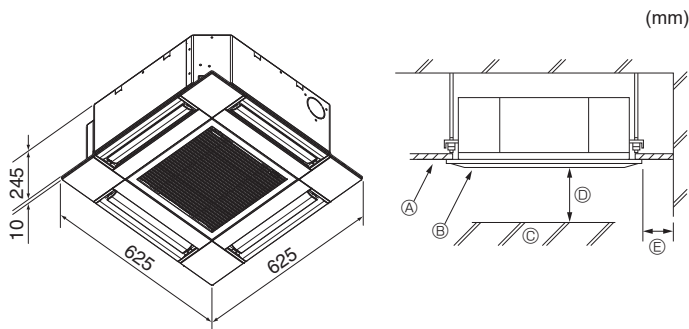

Fig. 3-1
3.1. Innendørsenhet (Fig. 3-1)